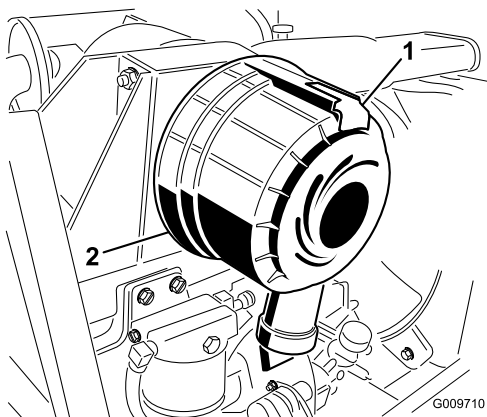

Figura 28
1. Puxe o trinco para fora e rode a cobertura do filtro de ar no sentido contrário ao dos ponteiros do relógio (Figura 28).